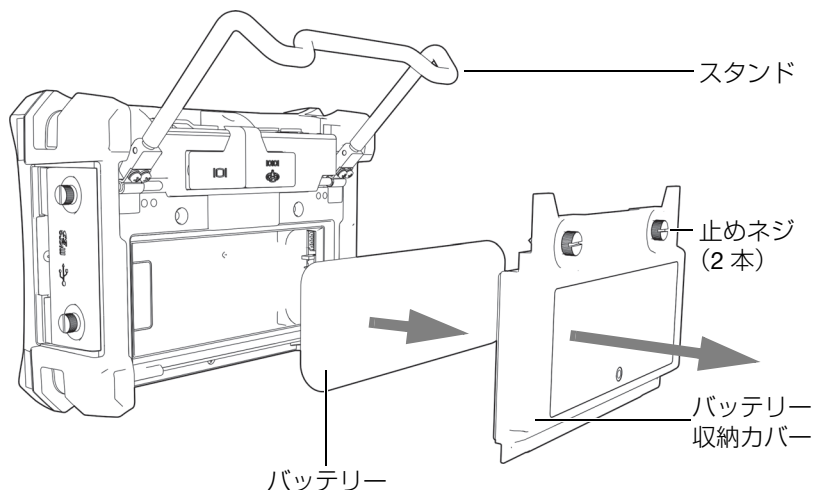

図 1-10 リチウムイオン電池の取外し
2. 厚さ計の背面で、バッテリー収納カバーを固定している 2 本の止めネジを緩めます（34 ページ図 1-10 参照）。
3. バッテリー収納カバーを取り外します（34 ページ図 1-10 参照）。